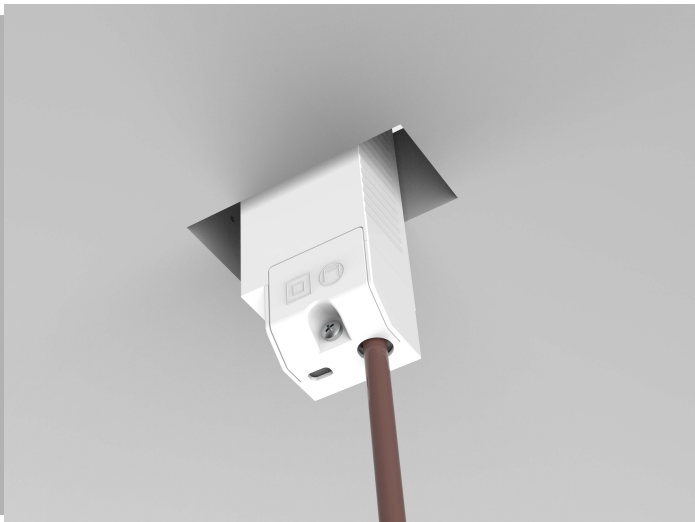
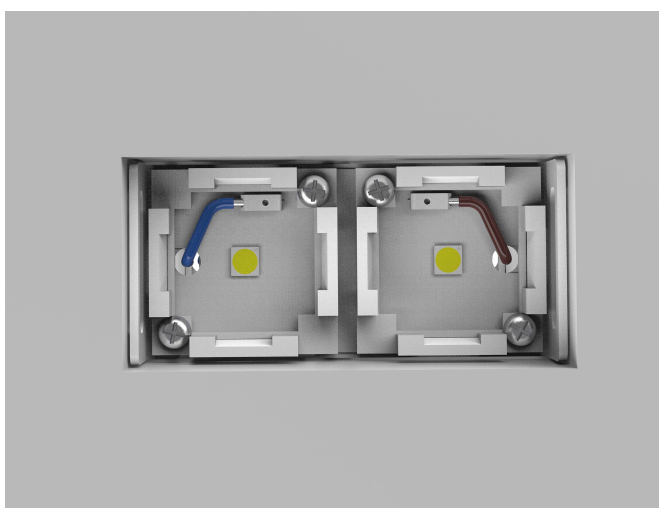
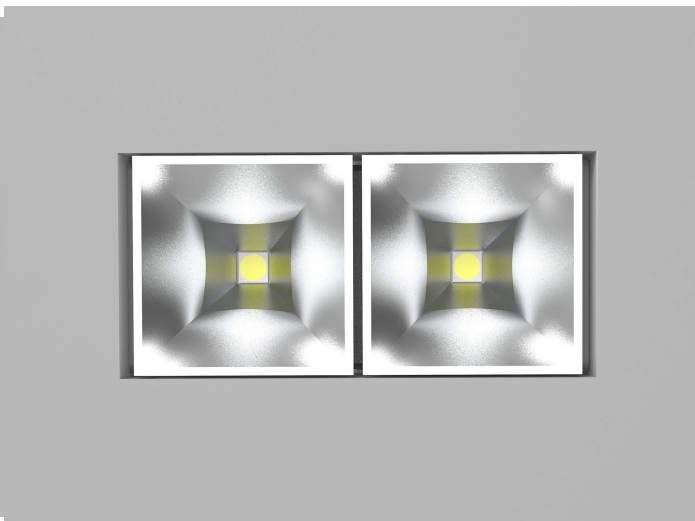

Рис.4
Рис.5
Рис.6
4. Подключить сетевой кабель к драйверу, согласно схеме подключения. После подключения, завести драйвер в запотолочное пространство через корпус светильника Рис. 4, затем на корпус закрепить кронштейн со светодиодным модулем, используя установленный на кронштейне магнит. Рис. 5 Следующим шагом - установить рефлекторы. Рис. 6. Светильник готов к использованию.